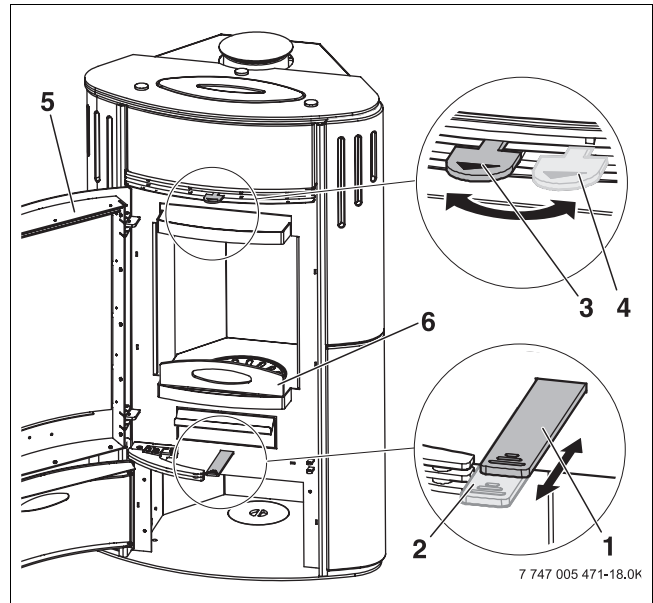

Fig. 22 Saracinesche di presa d'aria primaria e secondaria
- ▶ Chiudere la presa d'aria primaria e secondaria (→ fig. 22 [1], [4]).
- ▶ Chiudere la presa d'aria primaria e secondaria (→ fig. 22, [1], [4]).